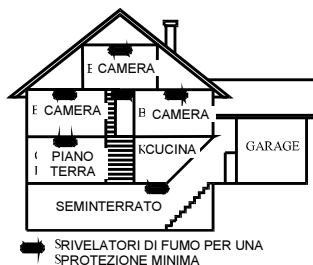

Figura 3: Posizionamento dei rivelatori di fumo e calore in una abitazione su più livelli
- ◆ Installare i rivelatori ad ogni piano in di un condominio con più appartamenti o un appartamento con più piani come mostrato in figura 3.